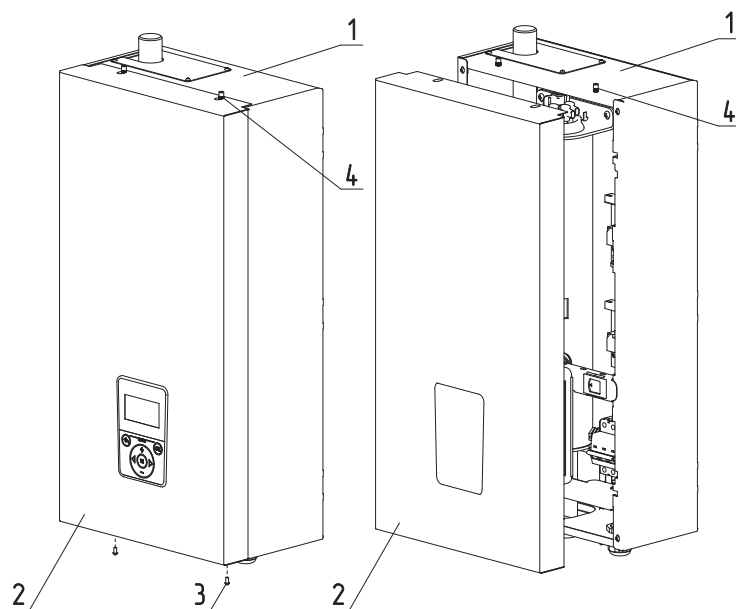

Рис.14 Снятие кожуха
- выкрутить болты крепления (Рис.14, поз.3);
- переместить кожух вверх, сняв с зацепов (Рис.14, поз.4);